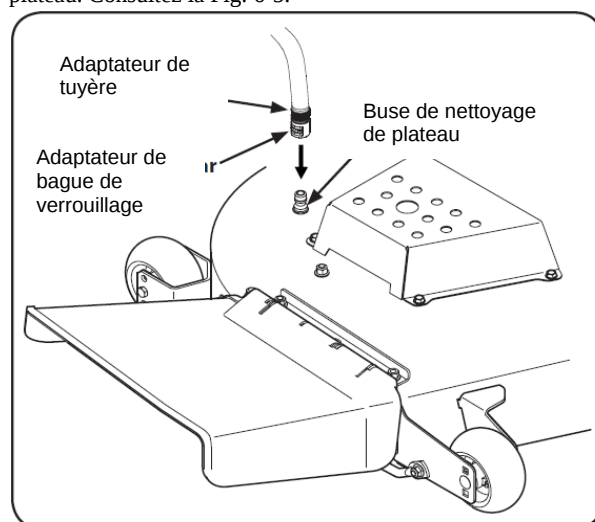

Figure 6-5
4. Attachez la tête d'accouplement à l'entrée d'eau sur votre plateau. Consultez la Fig. 6-5.